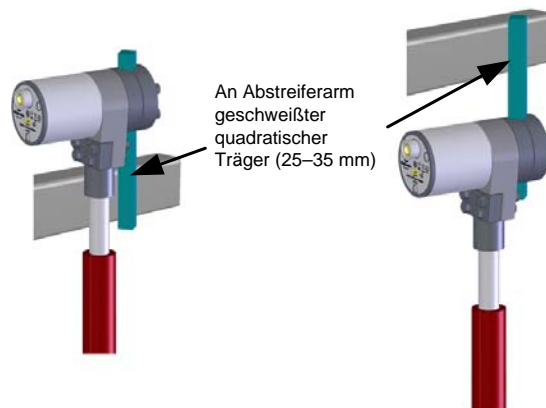

Abbildung 3: Befestigen des Sensors über oder unter dem Abstreiferarm
- Der Kopf kann über oder unter dem Abstreiferarm montiert werden (Figure 3). In beiden Fällen sollte sich der Kopf in möglichst großer Entfernung zur Mischung befinden, um übermäßige Verschmutzung zu vermeiden und den Verschleiß zu minimieren.